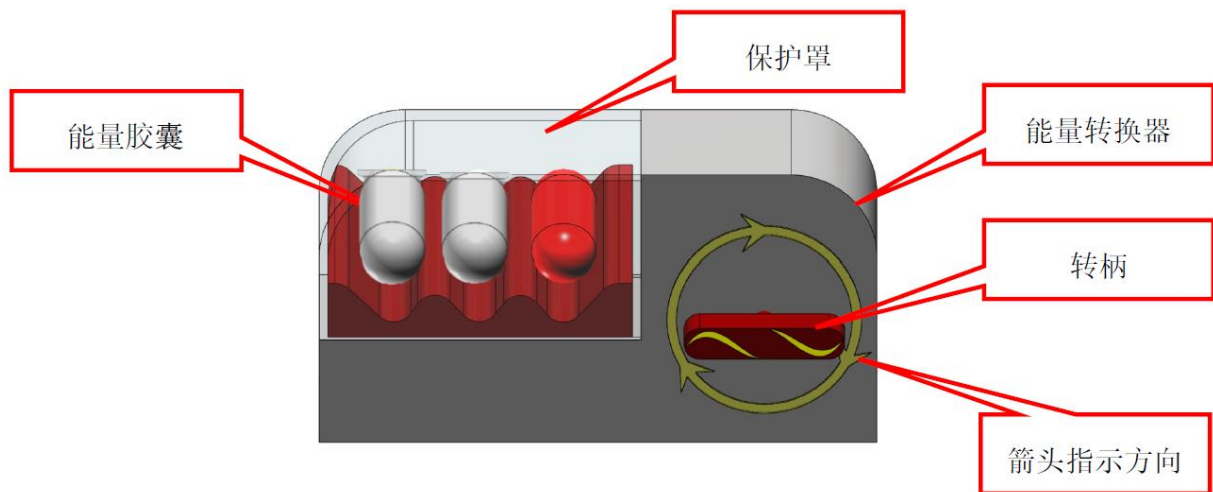

图 9 能量转换器
3.3.1 二层场地上放置一个能量转换器模型，其内有两种不同颜色的三个能量胶囊，如图 9 所示。